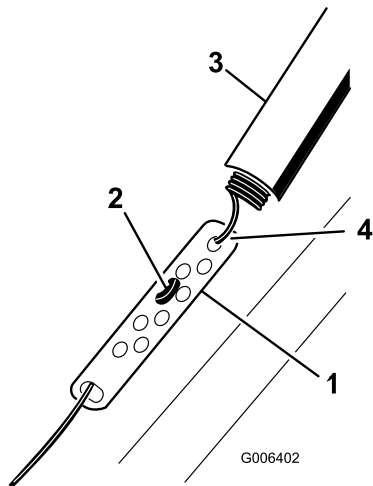

Figure 9
1. Remontez la protection du ressort et décrochez le ressort de la biellette de réglage (Figure 9).
à obtenir un écart de 2 à 3 mm entre la barre de commande et le guidon (Figure 9).